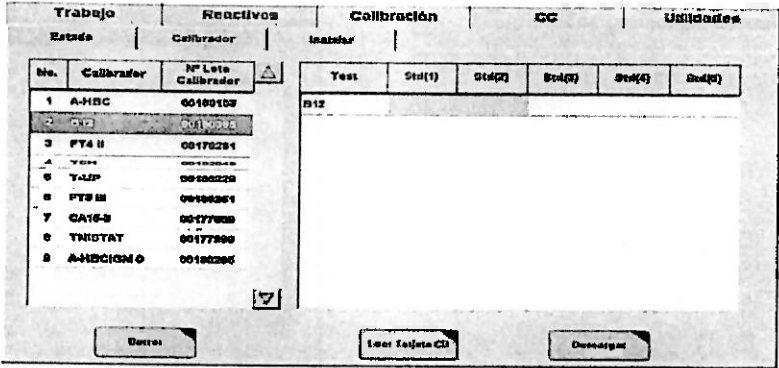

Imagen 58. Pestaña de instalación de calibradores.
- Pulsar el botón "Leer Tarjeta CB" para leer el código de barras (ver Imagen 58).